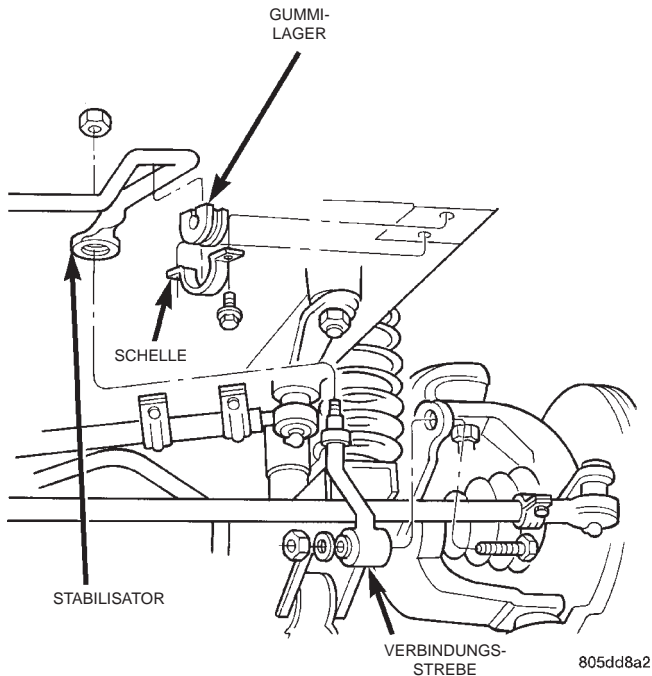

Abb. 7 Stabilisator
(1) Fahrzeug anheben und sicher abstützen.
(2) Obere Schrauben der Verbindungsstreben (Abb. 7) abschrauben und die Verbindungsstreben mit Abzieher MB-990635 vom Stabilisator lösen.
(3) Die Schellen der Gummilager von den Längsträgern abschrauben. Stabilisator ausbauen.
(4) Muttern der Verbindungsstreben von den Halterungen an der Achse lösen (Abb. 7).